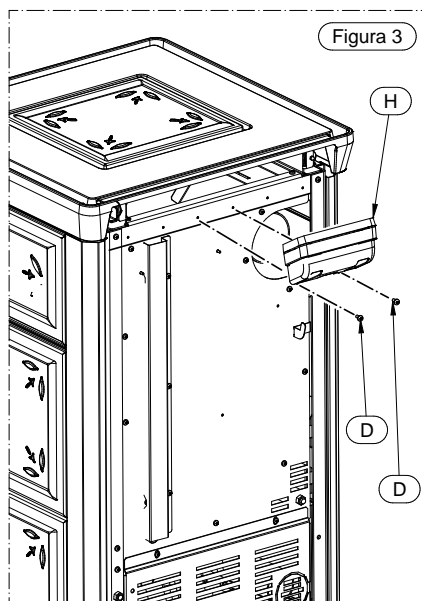

Figura 3
- 2) Coloque el panel (H) en posición central y enrosque los tornillos (D) extraídos previamente (figura 3).